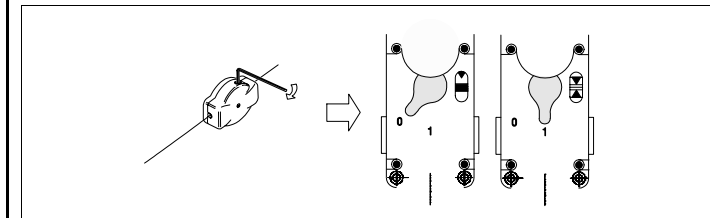

Abb. 4: Justage der Seilspannung
- Seilspannfeder anziehen und mithilfe der Stellungsanzeige auf erforderliche Seilspannung achten (siehe Abb. 4).